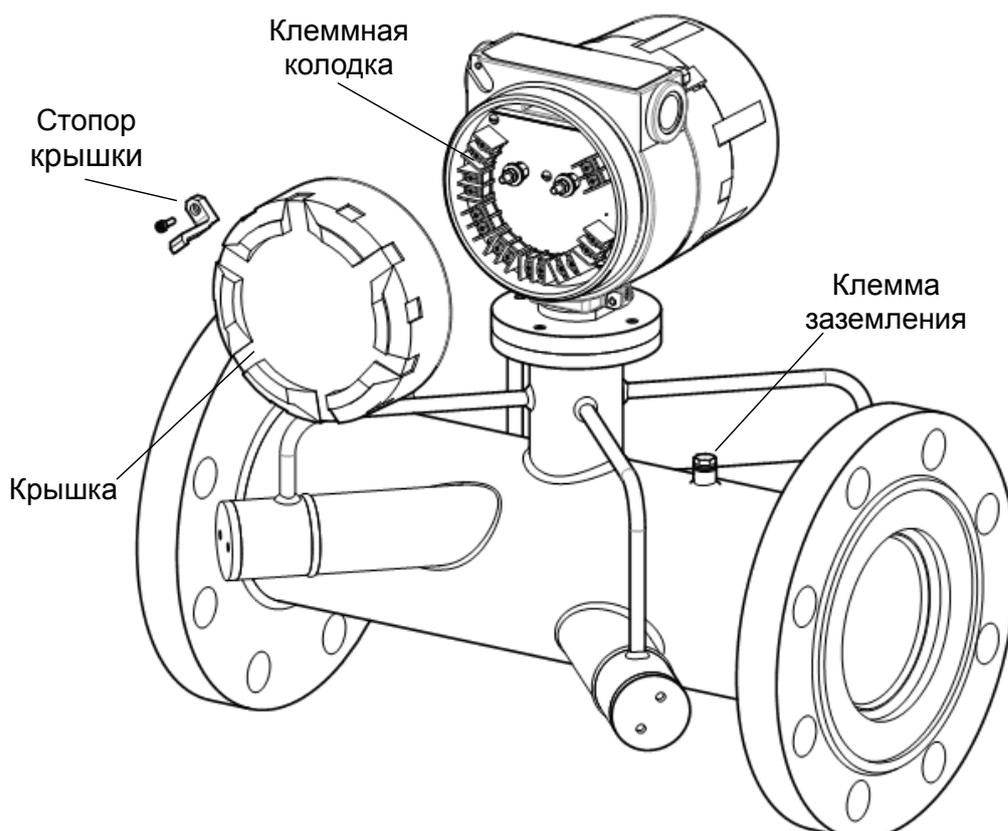

Рисунок 2.10 – Подключение кабелей к расходомеру
1. Открутите винт стопора крышки и снимите стопор (рисунок 2.10);
8. Если кабели помещены в металлические кабелепроводы, присоедините провода заземления кабелепроводов к клемме заземления на корпусе датчика (рисунок 2.10).